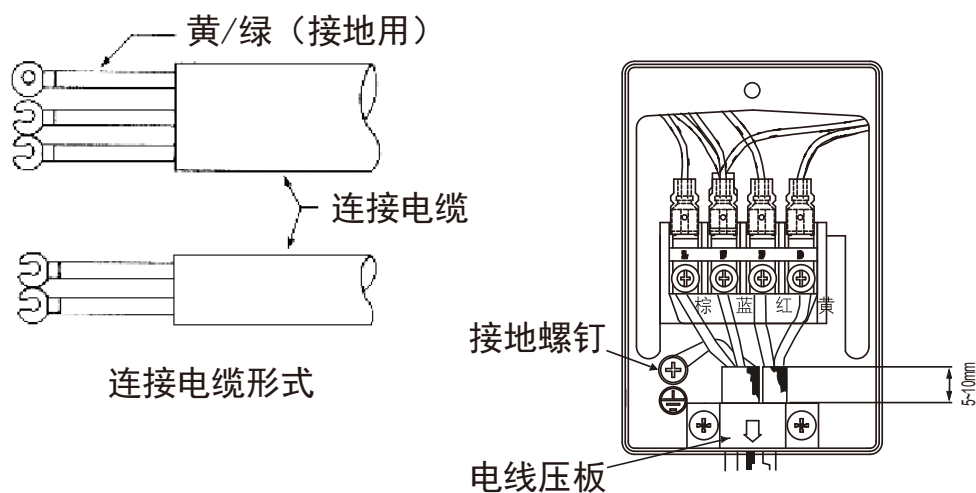

图23
- (1) 把室外机组中连接电缆按图23所示正确的牢固连接
- (2) 用电线压板将连接电缆用螺钉紧固。(电线压板固定时, 所示箭头必须向下)
- (3) 必须将黄/绿线如图23所示接至右侧板带有“⊕”标志的接地螺钉上。
- (4) 连接电缆不可以碰铜管的裸露部分及截止阀。